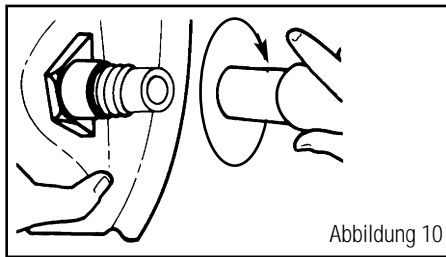

Abbildung 10
1. Verbinden Sie das Atemrohr mit dem Helm, indem Sie die Kunststoff-Schlauch-Verbindung an das Fitting schrauben, welches an der Seite des Helms sitzt. Zum Anziehen im Uhrzeigersinn drehen. (Abbildung 10) Versichern Sie sich, daß eine Bullard 88BT verwendet wird. Der Name und die Teilnummer sind auf die Seite des Atemrohr-Stutzens geprägt. Das Herstellungsdatum ist in die Stutzen-Innenseite geprägt.